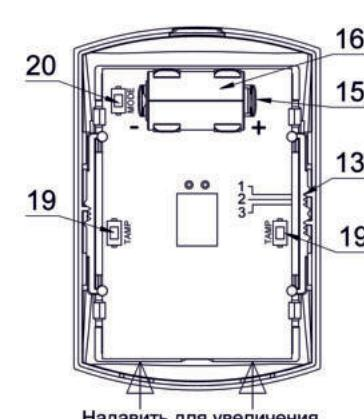
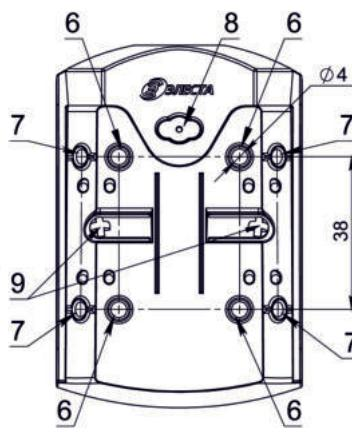

Рис.3
Рис.4
ИОБ выполнен в виде одного блока (рис.1, рис.3, рис.4, рис.5) и состоит из крышки (1) с линзой Френеля (2), печатной платы(3), установленной в держателе (4) и основания корпуса (5). На основании корпуса расположены: вскрываемые отверстия для крепления на плоскость стены (6) и для крепления под углом 45° (7), вскрываемое отверстие для ввода проводов (8), две симметричные клавиши Датчика Вскрытия / Открыва (В/О) (9). В зависимости от используемой плоскости крепления, используется только одна из клавиш (9), на которую требуется установить силиконовый упор (10). При установке основания требуется закрыть выбранный клавишу, используя защитную планку (11), вставив ее в соответствующие пазы (12) на наружной стороне основания. Держатель имеет возможность трех позиционной установки в крышку по направляющим (13), что обеспечивает дискретное изменение угла наклона ЗО в зависимости от высоты установки ИОБ. Держатель вставляется в крышку по направляющим, где фиксируется с помощью специальных защелок (14) в крышке. Печатная плата не требует снятия с держателя в процессе штатного использования. На доступной стороне печатной платы установлены держатели (15) для подсоединения элемента питания (16), два микроконтакта TAMP (19) и микроконтакт MODE (20). Пироприемник и светодиодный индикатор расположены на недоступной стороне печатной платы. Крышка с установленным держателем присоединяется к основанию корпуса и фиксируется с помощью нижних защелок (17) и верхней защелки (18). ИОБ имеет встроенный двухцветный (красный и зелёный) светодиодный индикатор, отображающий состояние ИОБ и его источника питания согласно таблице 2.
Для переустановки держателя в положения «2» и «3» необходимо с небольшим усилием сдвинуть держатель вверх относительно крышки (рис. 3). Внимание: держатель (4) и линзу (2) не изымать и не переворачивать.
Разметить и подготовить отверстия в стене в соответствии с установочными размерами (рис. 4) – рекомендуется использовать два отверстия на одной вертикали.